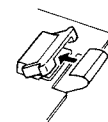

Fig. 5
7. Conectar el cable plano al conector. (Fig.5)